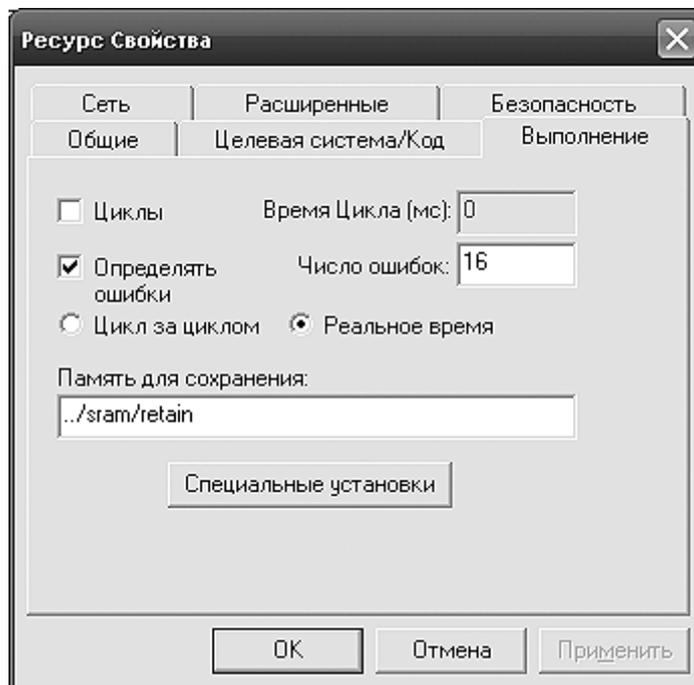

Рисунок 1.4 – Размещение области хранимых переменных
1.5 При использовании в прикладном проекте переменных с атрибутом *retain* (хранимая), в окне свойств ресурса укажите путь размещения в памяти контроллера области хранимых переменных (см. рисунок 1.4).